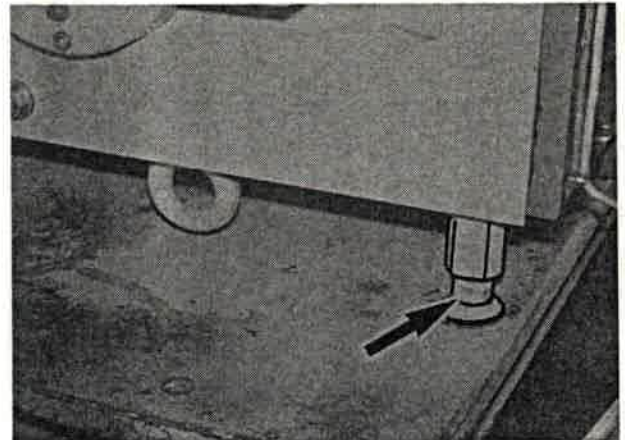

Bild 18
1. Durch Verstellen der Maschinenfüße (Bild 18/Pfeil) Maschine waagrecht ausrichten.